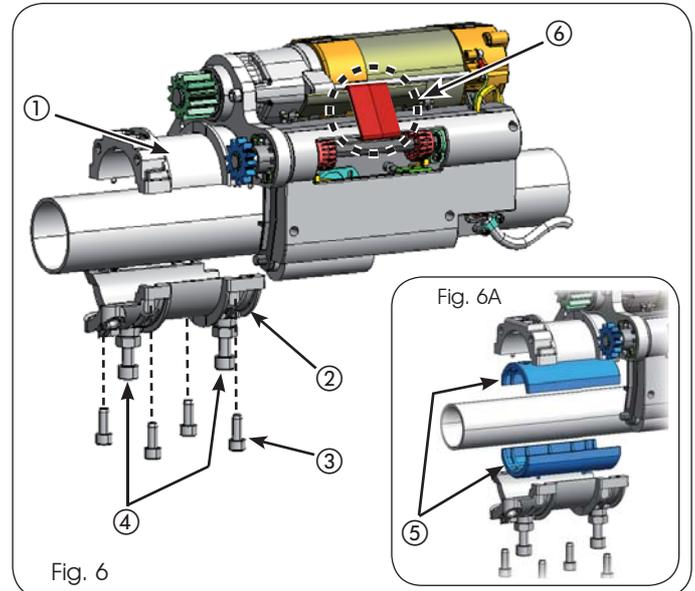

Fig. 6
⚠ Au cours des opérations d'installation, faire particulièrement attention à NE PAS DÉMONTÉ la bride de service réf. ⑥ Fig. 6 pour ne pas compromettre la position initiale des fins de course.
1. Positionner le corps de l'opérateur sur l'arbre avec la partie centrale de la bride de fixation (réf. ① Fig. 6) sur le point médian mesuré précédemment au chapitre 3.2;